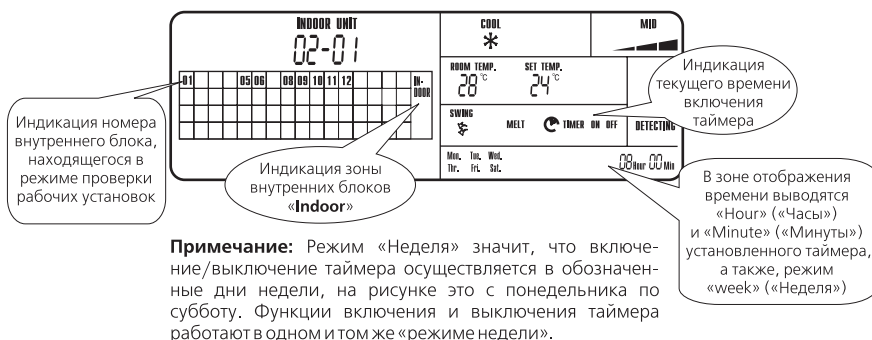

Рис. 4.2
4.6.2 В рамках текущего адреса блока коммутации нажатием кнопки «INDOOR/DOMAIN» («Внутренний блок/Домен») перейти в зону индикации адресов внутренних блоков «INDOOR» (см. Рис. 4.2).
4.7.4 Для выбранного внутреннего блока в правой половине дисплея высвечиваются рабочие установки: режим работы, заданная температура (SET. TEMP), скорость вращения вентилятора, режим качания жалюзи и индикация таймера (если включен) Рис. 4.2)